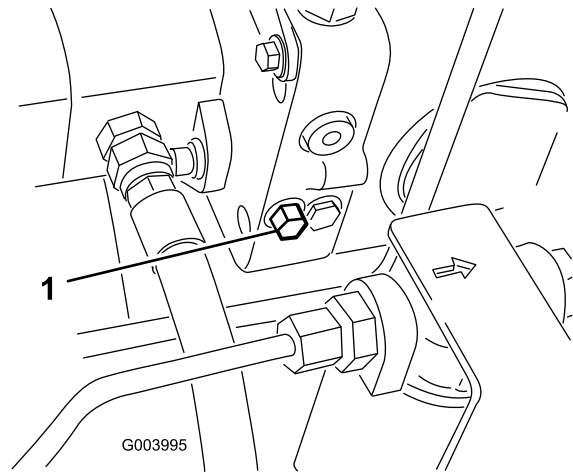

Figura 26
1. La válvula de desvío está situada en el lado izquierdo del hidrostato (Figura 26). Gire el perno una vuelta y media para abrirla y dejar pasar el aceite internamente. Puesto que el fluido se desvía, la máquina puede ser movida lentamente sin dañar la transmisión.